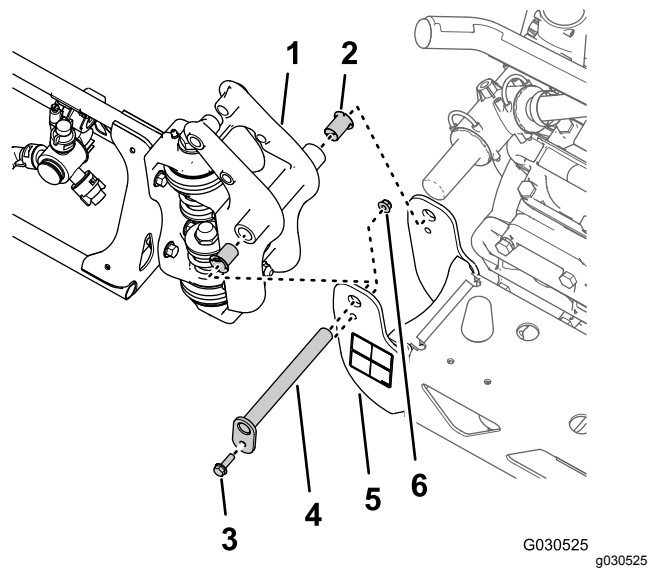

Figura 65
1. Retire o parafuso flangeado (5/16 x 1 pol.) e a porca de bloqueio flangeada (5/16 pol.) que fixam o pino de articulação ao suporte da articulação (Figura 65).
2. Retire o pino de articulação do suporte da articulação para a secção da rampa central e a união da articulação para a secção da rampa exterior (Figura 65).
3. Separe a secção da rampa exterior da secção da rampa central e retire a secção exterior da máquina (Figura 65).
4. Retire os 2 casquilhos de flange de nylon da união da articulação da secção da rampa exterior (Figura 65).